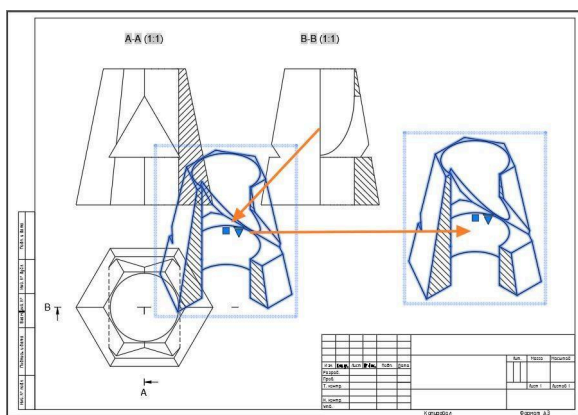
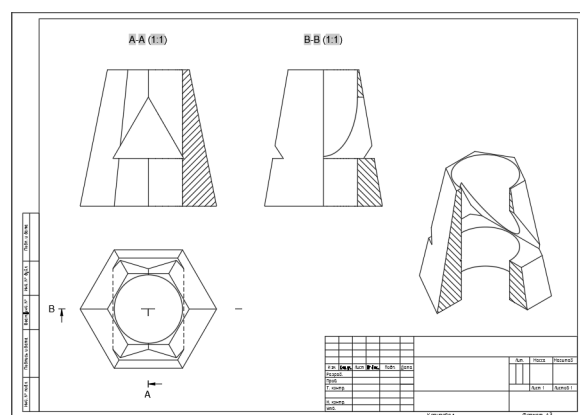

Рисунок 9.24 – Побудова ізометричної проекції деталі
Рисунок 9.25 – Розміщення усіх видів моделі
4. Ізометричну проекцію деталі можна побудувати наступним способом. Зробити активним боковий вид (зліва), клацнувши на ньому ЛКМ, і обрати на панелі кнопку  **Проекционный вид** → перемістити мишку ліворуч → клацнути у будь-якій точці креслення → ENTER (рис. 9.24) → перемістити на вільне місце креслення над основним написом (рис. 9.25).